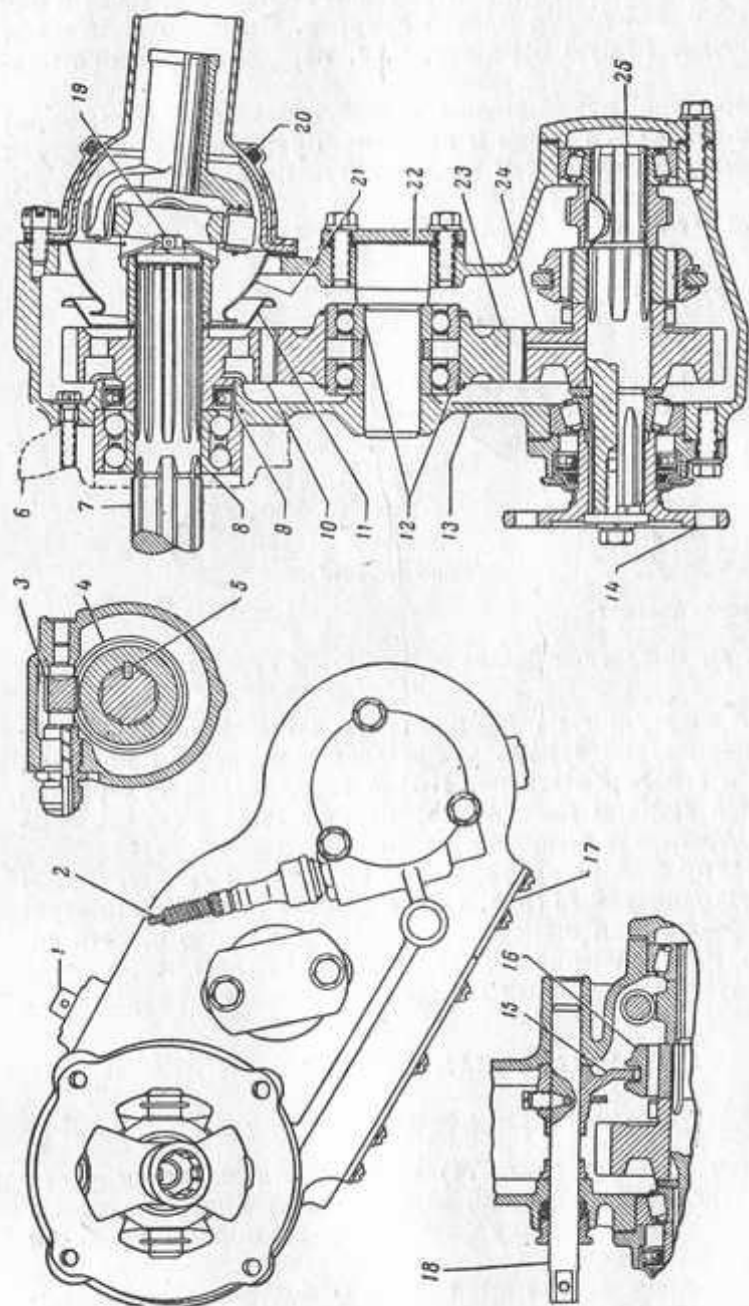

Рис. 74. Раздаточная коробка:
Раздаточная коробка (рис. 74) служит для передачи части мощности двигателя на передний ведущий мост при его включении через выведенный наружу фланец 14, к которому крепится передний карданный вал.
- 6) отвернуть болт 19 (рис. 74), снять кардан, маслоотражатели и ведущую шестерню;
Карданный шарнир снаружи закрыт тремя шаровыми чашками, крепящимися гайками и шпильками к картеру раздаточной коробки (рис. 74). Между картером раздаточной коробки и фланцем внутренней сферической чашки, а также между фланцами внутренней и наружной сферических чашек положены одинаковые бумажные прокладки. К средней чашке приварена труба, в которую вставляется конец кожуха карданного вала. Кожух может свободно перемещаться в трубе одновременно с карданным валом при прогибе рессор.